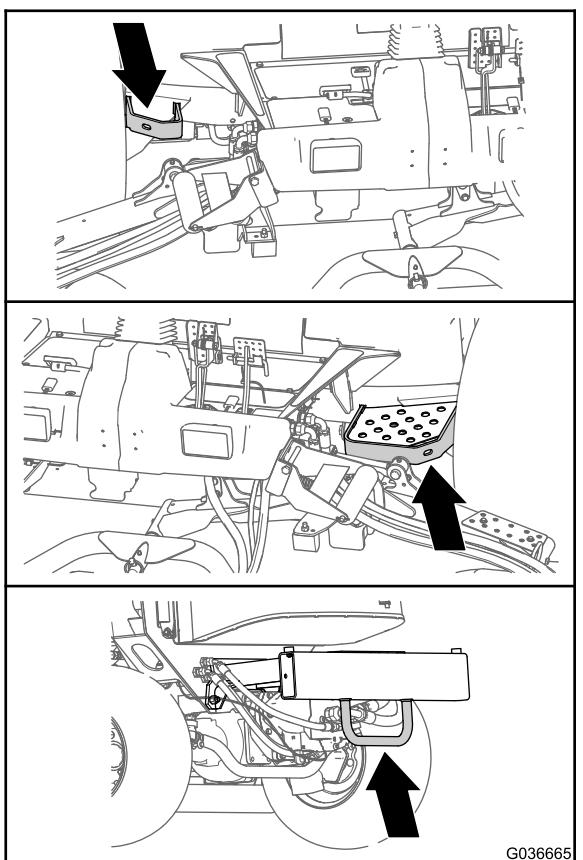

Figura 38
- Na obou stranách rámu vedle plošiny obsluhy (Figura 38)
- Na zadním nárazníku (Figura 38)